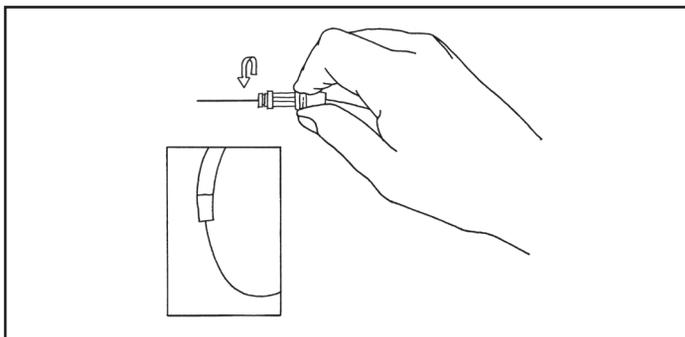

Figure 4.
Étape 3. Si la boucle n'est pas éliminée, faire tourner le guide d'un demi-tour dans l'autre direction (sens contraire des aiguilles d'une montre) et procéder à une réévaluation (voir la figure 4).